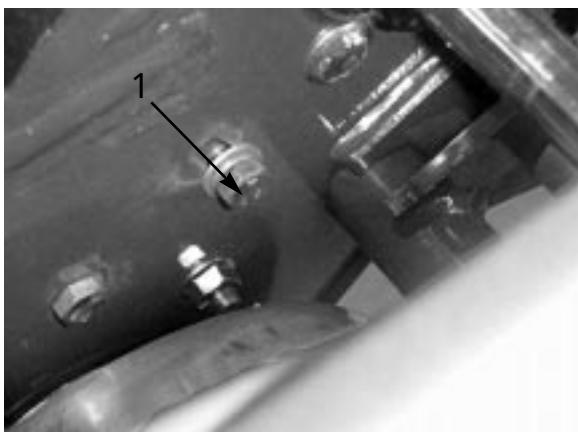

図 46
- A . サイドプレートの裏側でアイドラ・プラケットをサイド・プレートに止めているキャップスクリュ(図46)をゆるめる。